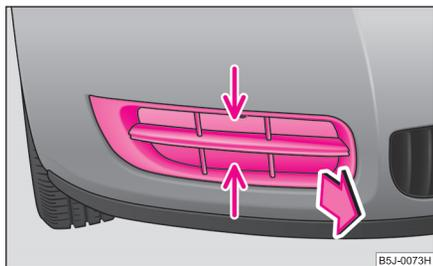

Abb. 176 Vorderer Stoßfänger: Schutzgitter
- Greifen Sie das Schutzgitter an der mit Pfeil gekennzeichneten Stelle an und nehmen Sie es heraus ⇒ Abb. 176.